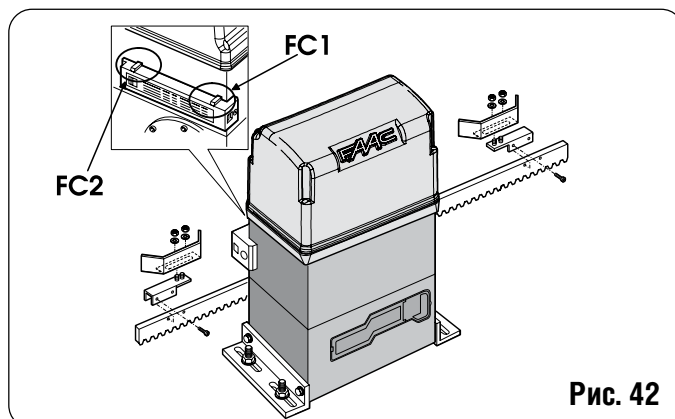

Рис. 42
- 1) Собрать концевой выключатель, установив посередине пластинку относительно резьбовых штифтов опоры (рис. 42).